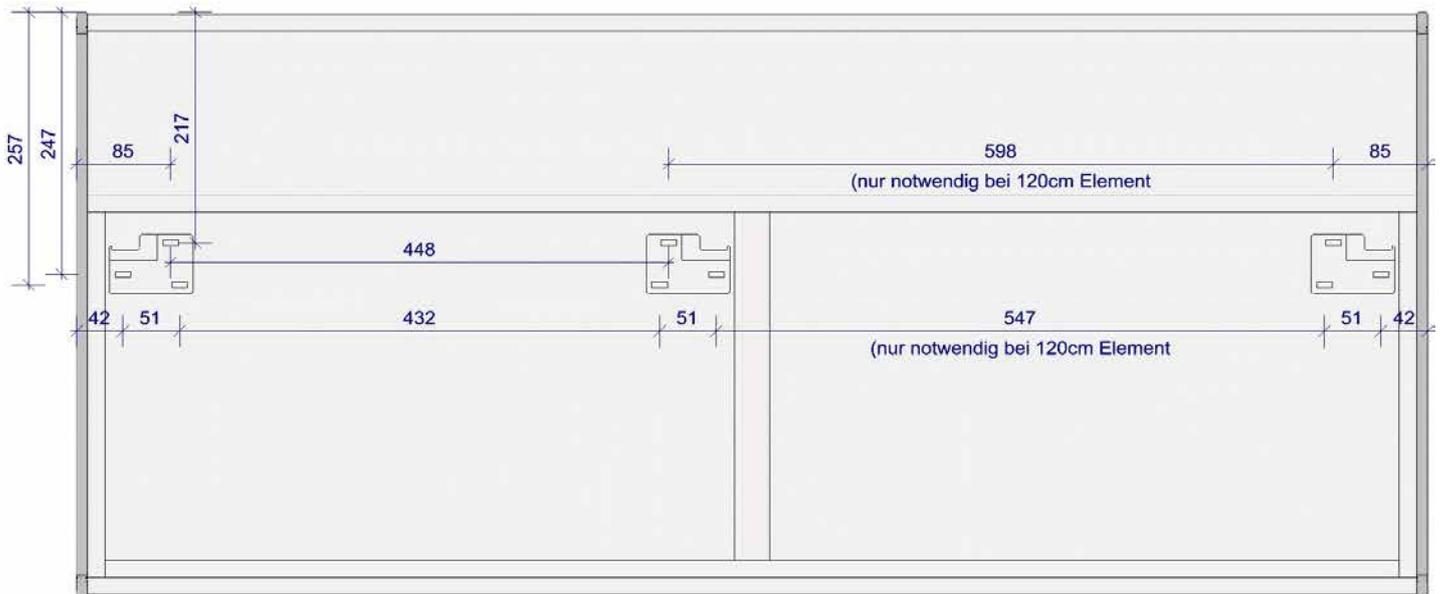

Abbildung 3 (Verstellung & Aushängesicherung Hängebeschlag)
**5.** Im Korpus die untere Schraube (Aushängesicherung gemäß Abb. 3) am Hängebeschlag öffnen, Korpus an die Zimmerwand hängen und Aushängesicherung wieder schließen.
### **Ausrichtung mit der Wasserwaage über folgende Schritte (siehe auch Abb. 3):**